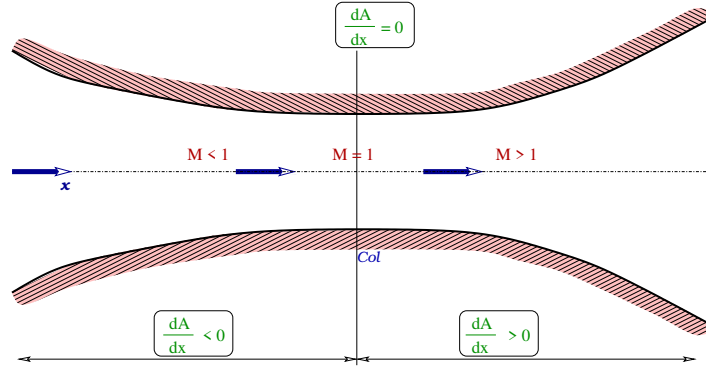

FIGURE 2.9: *Relation entre changement de section et nombre de Mach.*
- Si $M = 1$ (écoulement sonique) : $\frac{dA}{A} = 0$, donc *A atteint un extremum qui ne peut être qu'un minimum.* En, effet, d'après ces deux constatations, on ne peut passer du subsonique au sonique, ou du supersonique au sonique, qu'en diminuant la section (Fig.2.9).